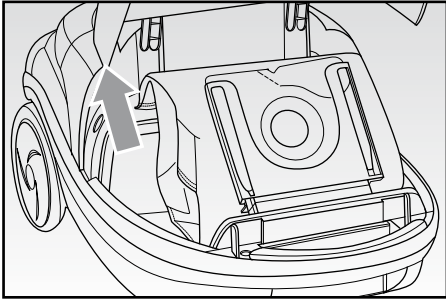

Fig. 7
- Estrarre il sacchetto, prestando attenzione a non strapparli, fare scivolare la parte di cartone rigida o in plastica nel caso di sacchetto in tessuto, nelle apposite guide (FIG. 7). Gettarlo nel bidone della spazzatura nel caso di sacchetto in carta, oppure svuotarlo nel caso di sacchetto in tessuto.
- Rimuovere il sacchetto (FIG. 7).